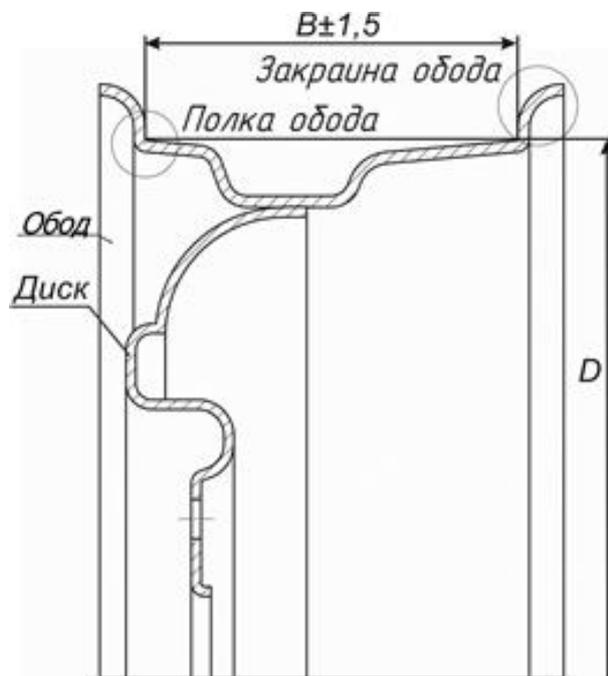

Рисунок 1.1 - Поверхности обода, подлежащие реставрации
1.1 Стенд для правки автомобильных дисков, модель «Титан ST/17», далее по тексту «стенд», предназначен для реставрации деформированных закраин и полок ободьев колес легковых автомобилей шириной 4,5...7 дюймов и диаметром 13...17 дюймов (рисунок 1.1). Закраины и полки обода реставрируются с помощью дископравного устройства, описанного в разделе 4 настоящего руководства по эксплуатации.
ВНИМАНИЕ! Диск колеса см. рисунок 1.1 реставрации не подлежит.